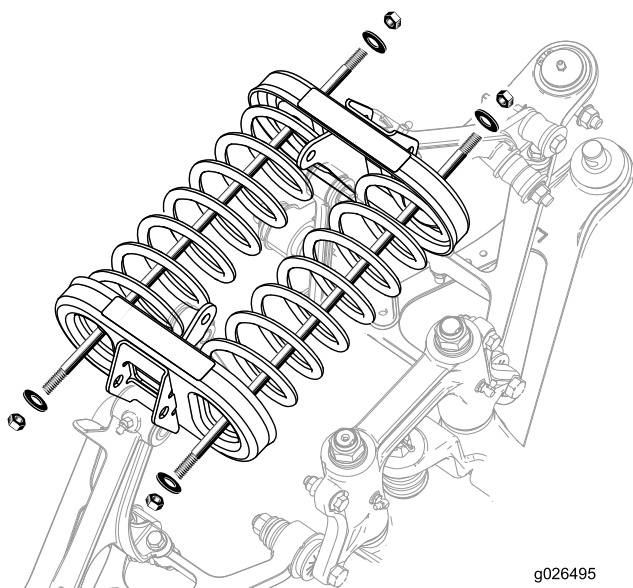

図 19
3. ロッドの両端部それぞれにワッシャとナットを取り付ける 図 19。